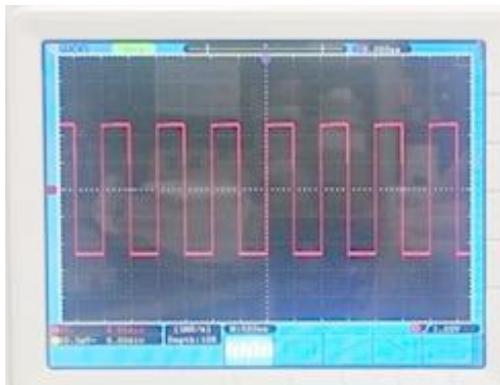
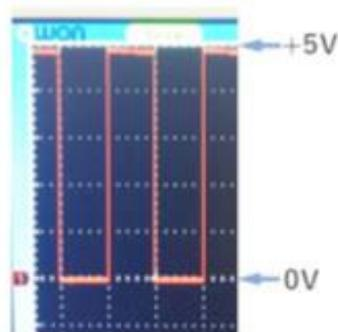

図 A-11 Autoset 後のテスト信号
図 A-12 DC 結合でのテスト信号
図 A-11 が、Autoset 後のテスト波形である。設定パラメータは「①1V~ 0.00div」、 「M:500us」、 「T0.000ns」であるから、入力 1 は縦 1 目盛りが 1 V で交流(AC)結合、時間間隔は 1 目盛りが 500 マイクロ秒、水平方向の移動は 0 であり、従って、図 A-11 の場合の波形は、0.5 ms ごとに、5 V の増減が繰り返されているので、周期は 1 ms（周波数は 1 kHz）、最大電圧と最小電圧の差 $V_{p-p}=5 V$ の方形波であることが確認できる。ちなみに、CH1 の結合を交流から直流に変えてみる（図 A-12）と、この方形波は 0 V→5 V→0 V→5 V→…であることがわかる。